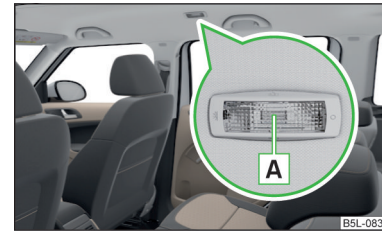

Fig. 48
**Manejo (por movimiento del difusor **A**) » fig. 48**